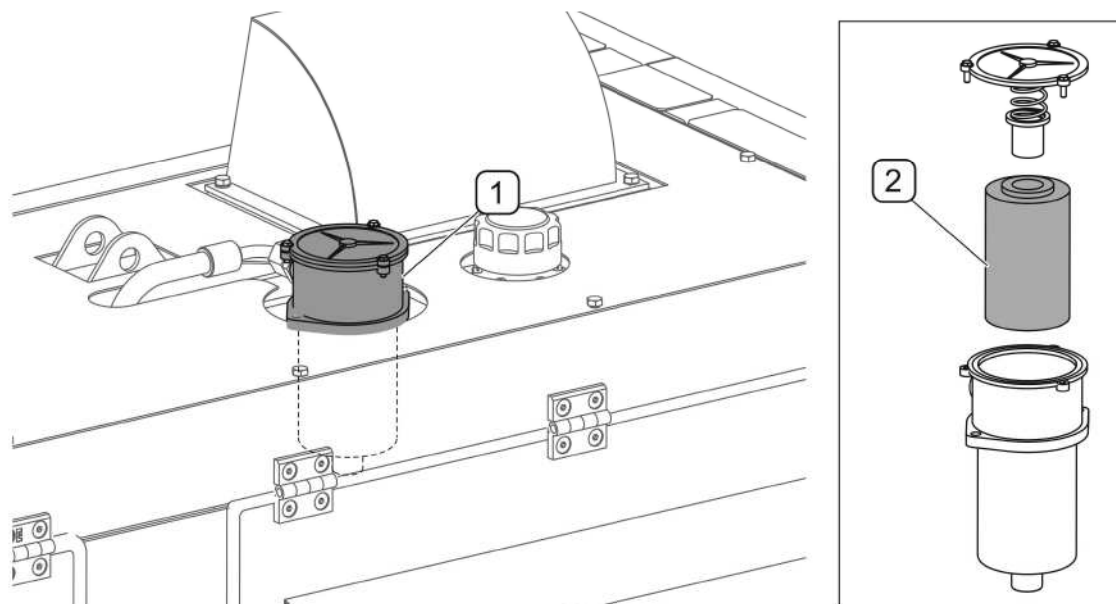
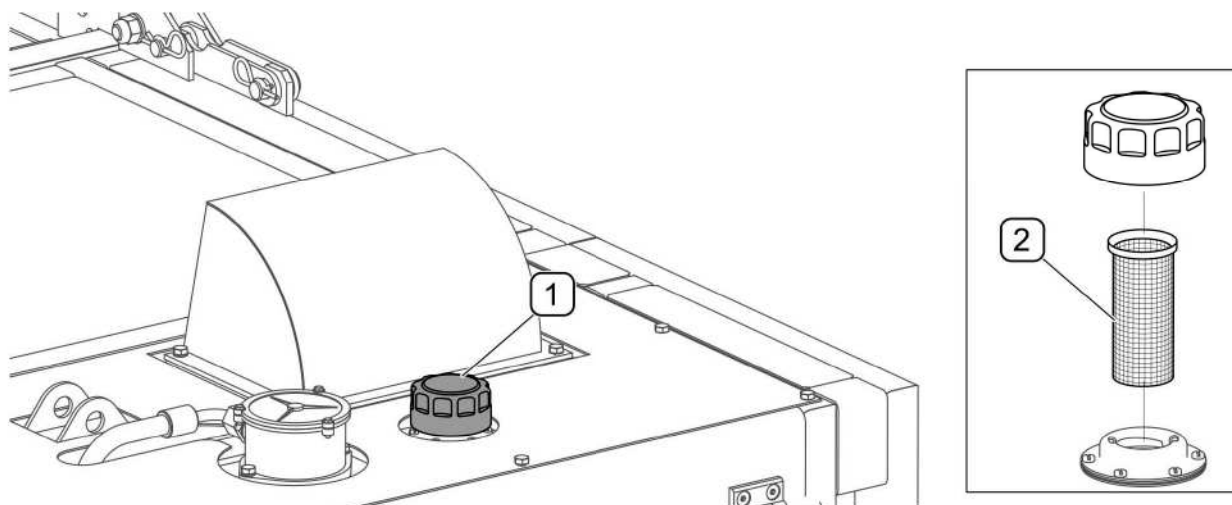
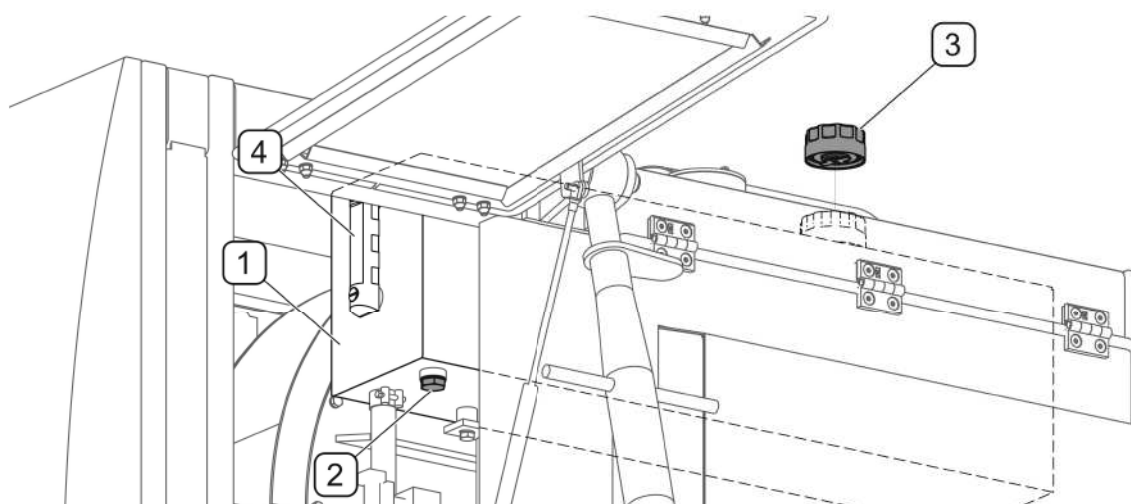

РИСУНОК 5.20А Замена фильтрующего вкладыша в возвратном масляном
РИСУНОК 5.21А Фильтрующая сетка
РИСУНОК 5.22А Замена масла в маслобаке гидравлической системы
Возвратный масляный фильтр (РИСУНОК 5.20А) размещается в верхней части маслосборника. В возвратном фильтре имеется фильтрующий вкладыш, который необходимо периодически заменять.
Фильтрующая сетка (РИСУНОК 5.21А) устанавливается в заливном отверстии. Ее нужно регулярно очищать. Отвинтить пробку (1), извлечь фильтрующую сетку (2) и промыть раствором моющего средства.
(1)- пробка отверстия для залива масла; (2)- сетчатый фильтр
В маслобзорник (1) гидравлической системы вмещается 40 литров гидравлического масла HL-32. Необходимо периодически проверять уровень масла на указателе уровня масла (4) (РИСУНОК 5.22А). При замене масла необходимо заменить вкладыш возвратного масляного фильтра (РИСУНОК 5.20А) и очистить сетчатый фильтр в заливном отверстии (РИСУНОК 5.21А). Удаление воздуха из гидравлической системы осуществляется автоматически во время работы машины.
Для замены масла необходимо (РИСУНОК 5.22А):